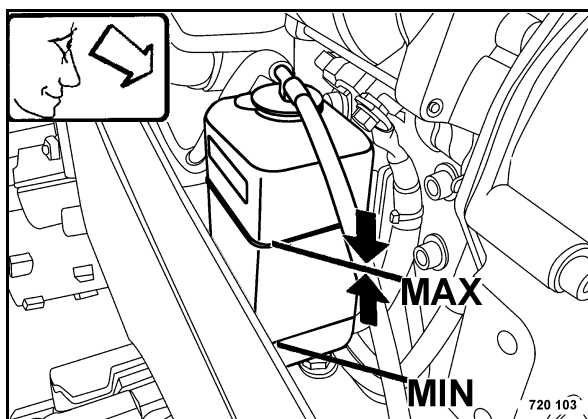

Рис. 91
- Проверить уровень охлаждающей жидкости (Рис. 91).